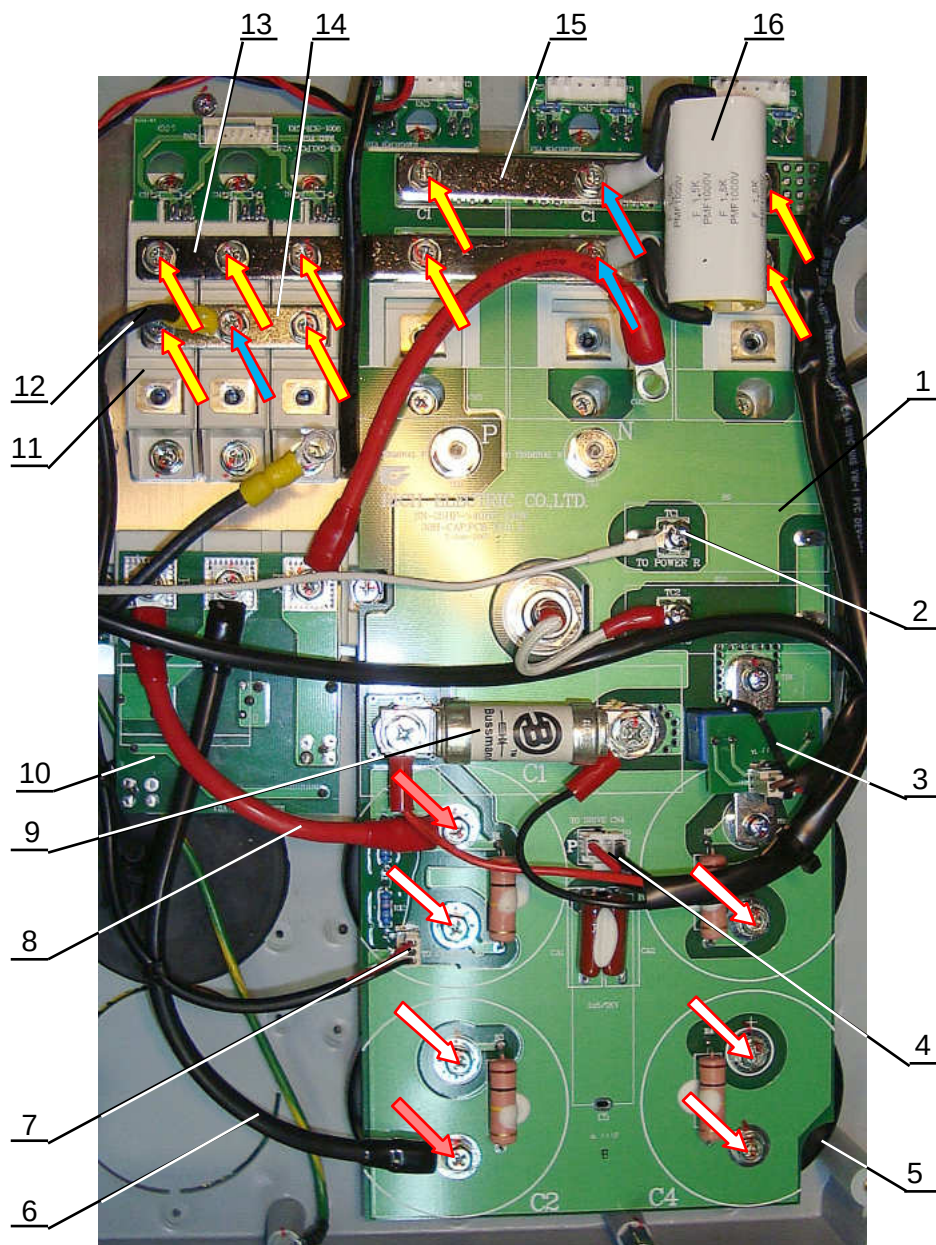

Рис. 7.16.
7.9.1. Взять емкостную плату (табл.4.1, поз.3), установить ее поверх конденсаторов и модулей IGBT, совместив отверстия платы с отверстиями для крепления выводов конденсаторов (рис.7.16).
7.9.2. Вкрутить, не затягивая, пять винтов (белые стрелки на рис. 7.16) крепления емкостной платы 1 к конденсаторам 5.
7.9.3. Прикрутить, не затягивая, двумя винтами (красные стрелки на рис.7.16) наконечники проводов 6 и 8 к контактам «-» и «+» платы и к конденсаторам (рис.7.16).
7.9.4. Взять шины «+ IGBT», «+ выпрямителя» и «-» (табл.4.1, поз.17), установить шины на емкостную плату и на выводы диодно-тиристорных модулей, как показано на рис.7.16.
7.9.5. Вкрутить, не затягивая, девять винтов (желтые стрелки на рис. 7.16) крепления шин 13...15 к модулям IGBT и диодно-тиристорным модулям.
7.9.6. Взять снаббер (табл.4.1, поз.18; рис.7.16, поз.16), прикрутить двумя винтами к емкостной плате и среднему модулю IGBT (синие стрелки на рис.7.16).
7.9.7. Прикрутить наконечник длинного провода реактора 12 к шине «+» и среднему диодно-тиристорному модулю (синяя стрелка на рис.7.16).
7.9.9. Взять жгут индикатора заряда (табл.4.1, поз.31), подключить розетку 7 жгута к разъему CN1 емкостной платы (рис. 7.16).
7.9.10. Взять жгут питания платы драйверов (табл.4.1, поз.29), подключить розетку 4 жгута к разъему CN3 емкостной платы (рис. 7.16).
7.9.11. Вкрутить винт 2 крепления наконечника провода цепи предзаряда МЗ,5х8 с фигурной шайбой к клемме ТС1 емкостной платы 1 (рис. 7.16).